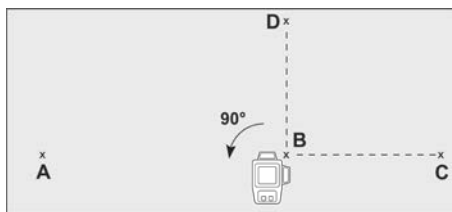

Рисунок 11
3.9.4 На відстані мінімум 5 м від пристрою позначте на лінії, яка спроектована бічним вертикальним променем, точку «D» (дивіться рисунок 11).